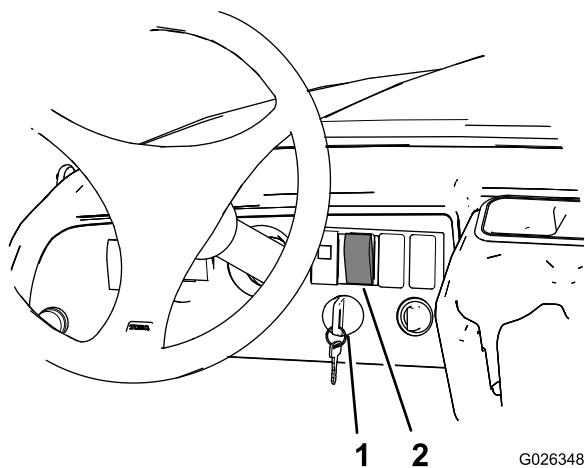

図 22
3. 電源スイッチを ON 位置にする図 22。
4. 荷台昇降スイッチの上半分を押してアクチュエータが完全に伸びた状態にする図 22。
5. 電源スイッチを OFF 位置にする図 22。